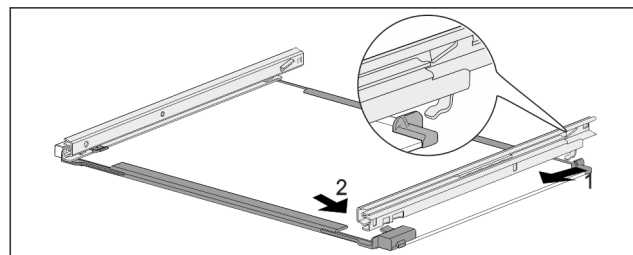

Fig. 66 Tablette en verre avec rails
- ▶ Accrocher le rail à l'arrière. Fig. 66 (1)
- ▶ Accrocher le rail à l'avant. Fig. 66 (2)